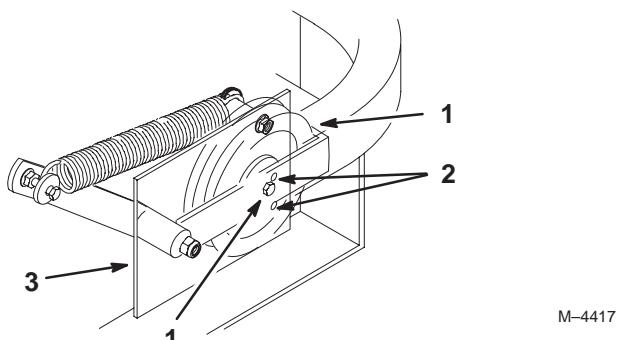

Figure 74
Important Vérifiez que la courroie est bien en place dans les guides avant et arrière (Fig.74).
- Vérifiez la tension de la courroie. Le boulon central de la poulie de tension rappelée par ressort doit se trouver près du trou d'alignement supérieur de la plaque de support gauche (Fig.74).